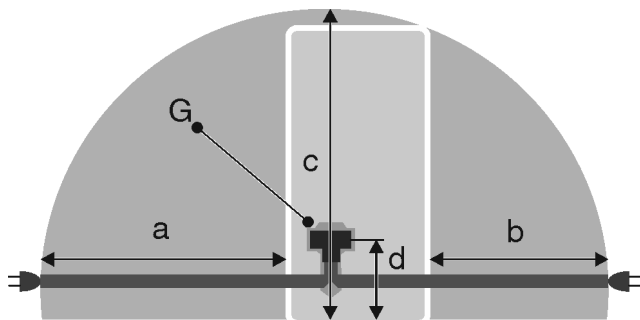

Fig. 35*
- Stikdåsen ligger ikke bag apparatet men i områderne a eller b Fig. 35 (a, b, c).
- ▶ Sæt apparatstikket Fig. 35 (G) i på apparatets bagside. Sørg for, at det går rigtig i hak.